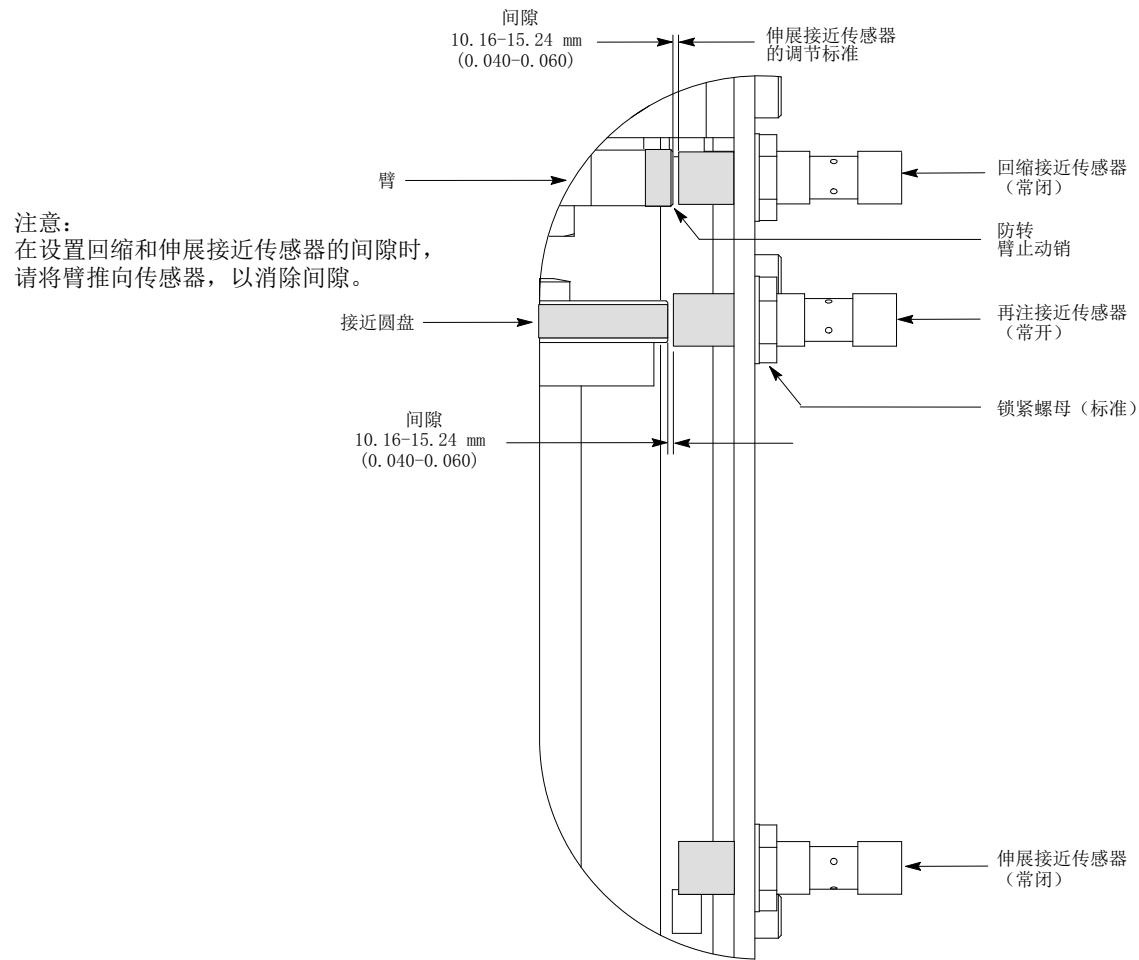

图 8 接近传感器的调节
1. 详见图8。回缩或伸展线性传动器，直到防转臂止动销位于传感器的正后方为止。
1. 详见图8。伸展柱塞组件，直到接近圆盘位于接近传感器的正后方为止。